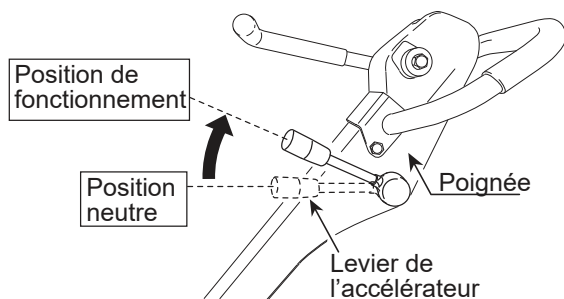

Figure 16. Levier d'accélérateur (position de fonctionnement)
1. Une fois que le moteur a démarré, réglez rapidement le levier d'accélérateur du moteur en position de **fonctionnement** (Figure 16).